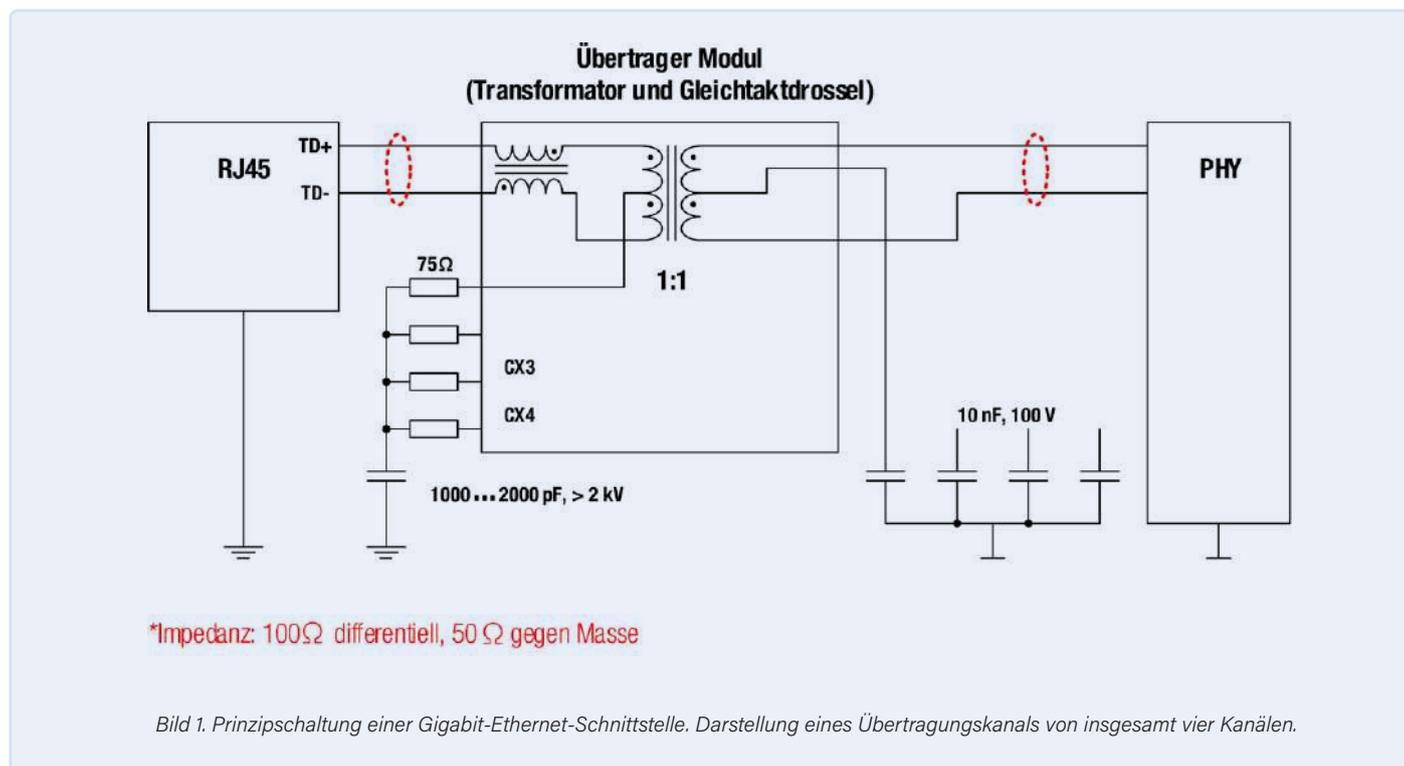

Bild 1. Prinzipschaltung einer Gigabit-Ethernet-Schnittstelle. Darstellung eines Übertragungskanal von insgesamt vier Kanälen.
**Bild 1** zeigt die Prinzipschaltung einer Gigabit-Ethernet-Schnittstelle.